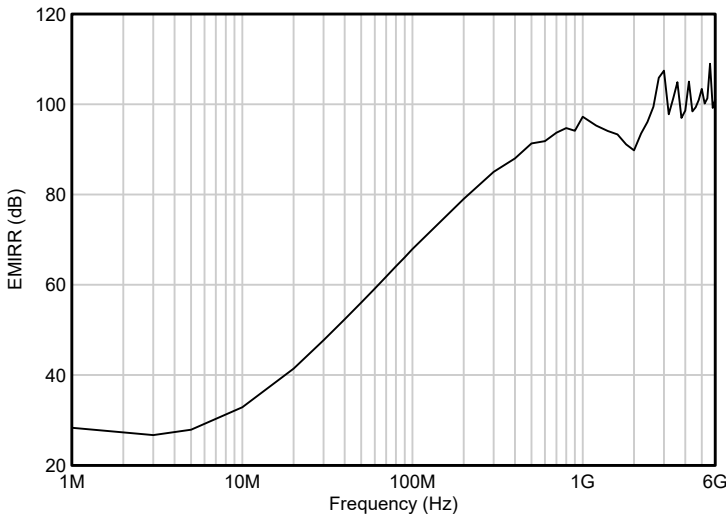

图 6-4. EMIRR 测试
OPAx371D 通过集成电磁干扰 (EMI) 滤波降低无线通信设备、混合使用模拟信号链和数字元件的高密度电路板等干扰源产生的 EMI 效应。利用电路设计技术可以提高 EMI 抗扰度；OPAx371D 从这些设计改进中受益。德州仪器 (TI) 已具备在 10MHz 至 6GHz 宽频谱范围内准确测量和量化运算放大器抗扰度的能力。图 6-4 展示了对 OPAx371D 执行此测试的结果。表 6-1 展示了 OPAx371D 在实际应用中常见特定频率下的 EMIRR IN+ 值。运算放大器的 EMI 抑制比应用手册包含了与运算放大器相关的 EMIRR 性能主题，该报告可从 www.ti.com 下载。